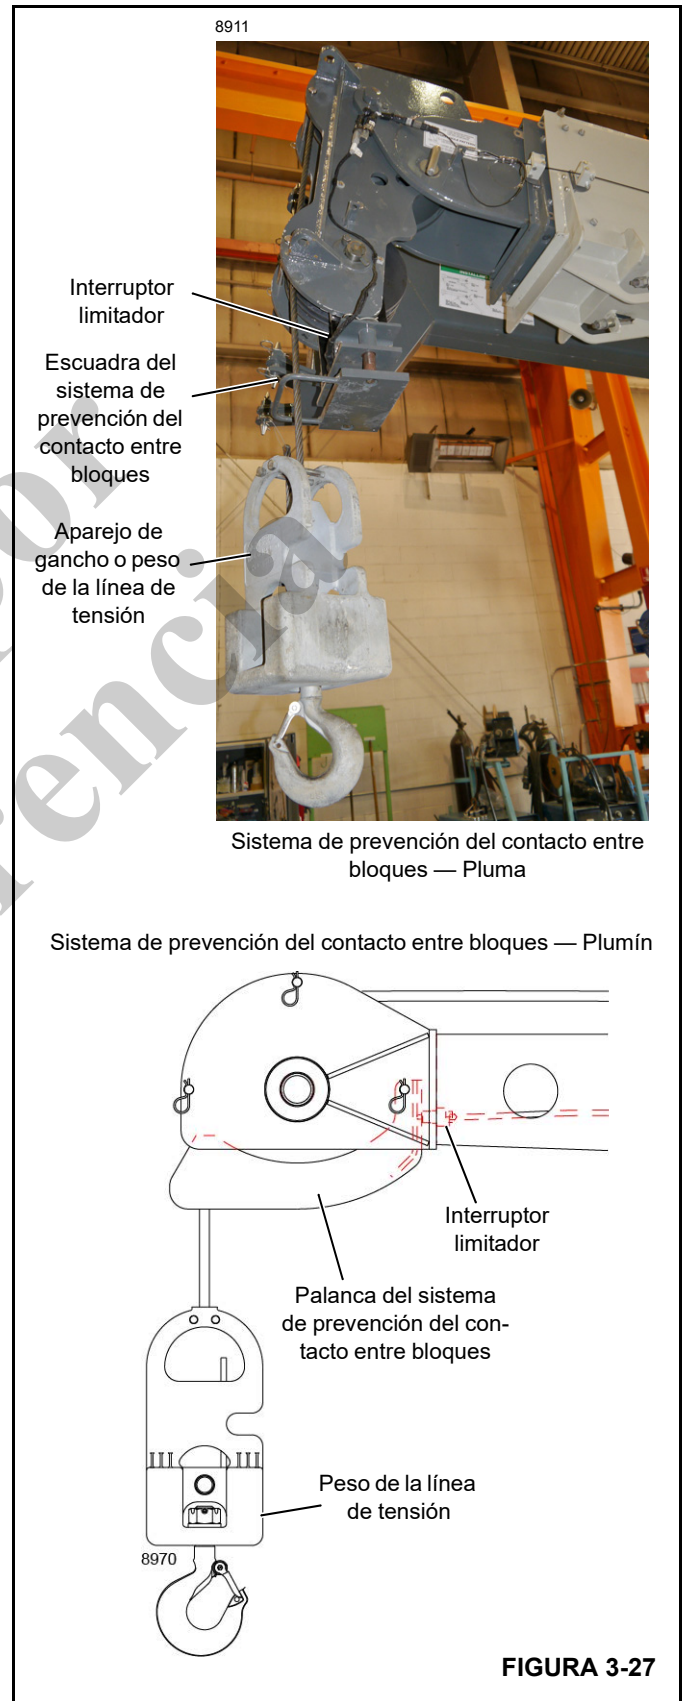

FIGURA 3-27
Vea Figura 3-27.
**NOTA:** Siempre accione el control del malacate para desenrollar el cable al extender la pluma. **NO** deje que el aparejo de gancho toque la cabeza de la pluma. Esta grúa tiene un dispositivo de corte automático para impedir que el aparejo de gancho sea tirado hacia la cabeza de la pluma. Cuando el aparejo de gancho toca la escuadra del sistema de prevención del contacto entre bloques (Figura 3-27) pendiendo de la cabeza de la pluma, se activa un interruptor y el caudal hidráulico que extiende el cilindro de telescopización se detiene. Una bocina sonará, advirtiendo al operador que el bloque ha tocado la escuadra. El operador debe bajar el aparejo de gancho para silenciar la bocina y permitir la extensión de la pluma.
Siempre accione el control del malacate para desenrollar el cable al elevar la pluma. **NO** deje que el aparejo de gancho toque la cabeza de la pluma. Esta grúa tiene un dispositivo de corte automático para impedir que el aparejo de gancho sea tirado hacia la cabeza de la pluma. Cuando el aparejo de gancho toca la escuadra del sistema de prevención del contacto entre bloques (Figura 3-27) pendiendo de la cabeza de la pluma, se activa un interruptor y el caudal hidráulico que extiende el cilindro de elevación se detiene. Una bocina sonará, advirtiendo al operador que el bloque ha tocado la escuadra. El operador debe bajar el aparejo de gancho para silenciar la bocina y permitir la elevación de la pluma.
No deje que el aparejo de gancho toque la cabeza de la pluma. Esta grúa tiene un dispositivo de corte automático para impedir que el aparejo de gancho sea tirado hacia la cabeza de la pluma. Cuando el aparejo de gancho toca la escuadra del sistema de prevención del contacto entre bloques (Figura 3-27) pendiendo de la cabeza de la pluma, se activa un interruptor y el caudal hidráulico que eleva el aparejo de gancho se detiene. Una bocina sonará, advirtiendo al operador que el bloque ha tocado la escuadra. El operador debe bajar el aparejo de gancho para silenciar la bocina y habilitar las demás funciones de la pluma.